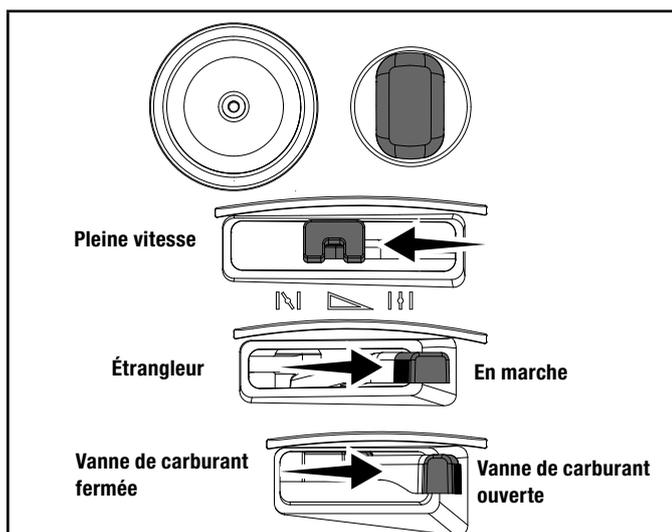

Figure 14
2. Pour démarrer un moteur chaud : (figure 14).